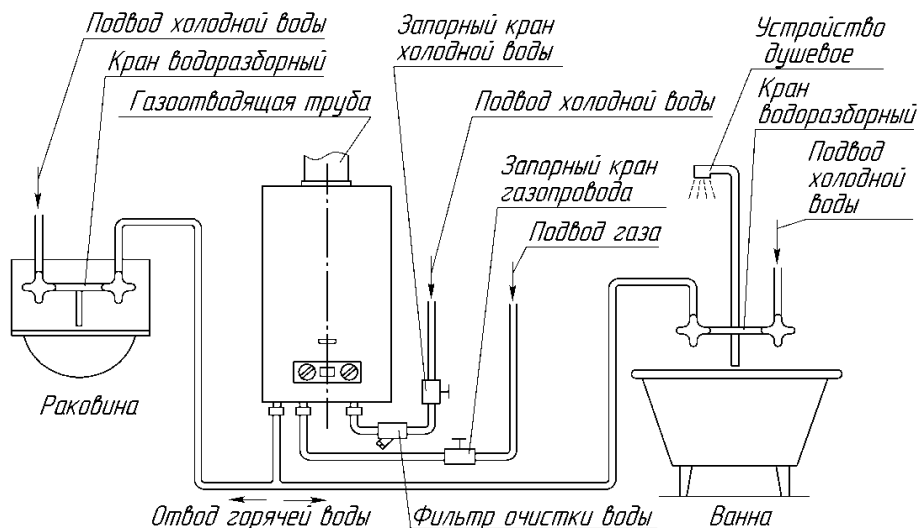

Рисунок 3. Схема установки аппарата
3.1.3. Схема установки (подключения) аппарата приведена на рис. 3. Рекомендуется сначала подключить аппарат к водопроводной сети, заполнить систему аппарата водой и затем подключить его к газовой сети.
3.4.1. Для увеличения срока службы аппарата и улучшения его эксплуатационных характеристик рекомендуется устанавливать перед аппаратом фильтр очистки воды (см. рис. 3).
3.4.2. Для облегчения последующего технического обслуживания необходимо установить перед аппаратом запорный кран на трубопроводе подвода холодной воды (рис. 3). Запорный кран должен быть легко доступен.